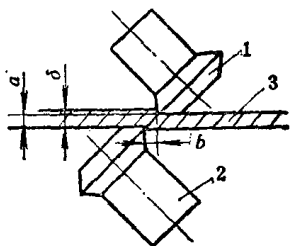
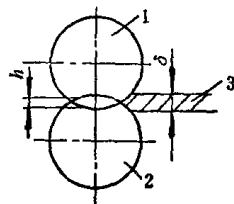

图1-3 滚刀切料位置图
图1-4 滚刀重叠示意图
(4) 使用规则和维护保养
① 机器要有专人负责和维护, 定期加注润滑油。
② 工作前要清理场地, 清除无关物件。
③ 工作前要检查滚刀刃是否锋利, 发现损坏应及时调换。
④ 检验板料牌号、厚度和质量是否符合工艺要求。板料表面如有硬疤、电渣等, 就不能剪切。
⑤ 根据料厚调整机床转数和剪刀间隙, 一般垂直间隙 $a = \frac{1}{3}\delta$ (δ 为板厚), 水平方向间隙 $b = \frac{1}{4}\delta$, 见图1-3所示。垂直间隙的调节需调上滚刀, 水平间隙的调节需调下滚刀。剪刀若有重叠时, 要使其重叠值 $h = (\frac{1}{2} \sim \frac{1}{3})\delta$, 见图1-4所示。